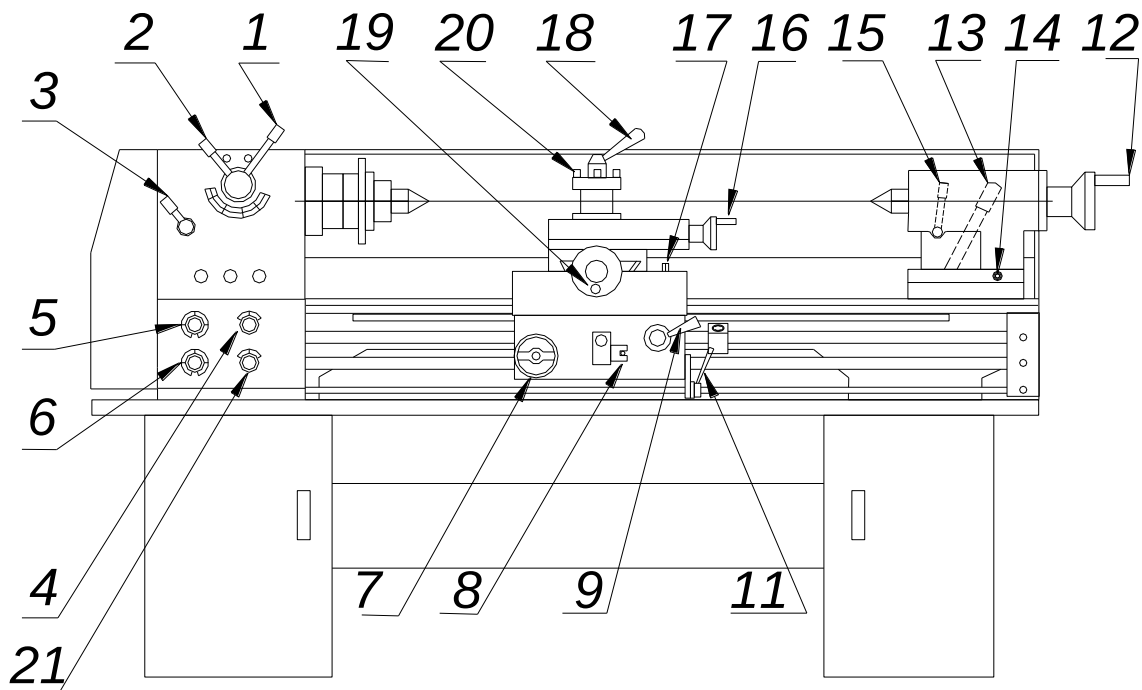

Fig. 6. Leviers de commande
4. Leviers de commande, voir la figure 6.